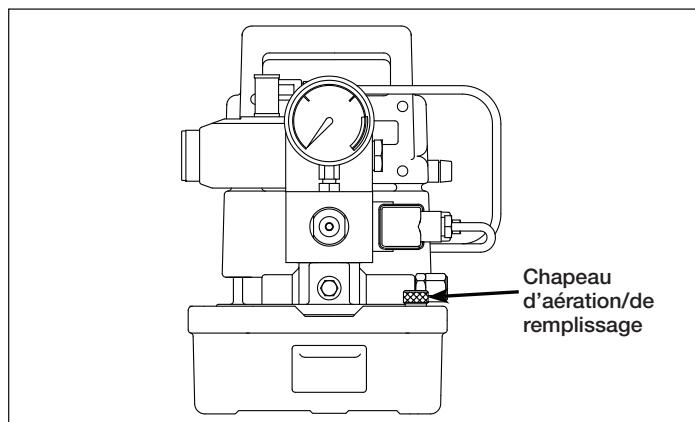

Figure 4, Chapeau d'aération/de remplissage
Vérifier le niveau d'huile en dévissant et en levant le chapeau d'évent/de remplissage (voir Figure 4). Ajouter de l'huile hydraulique Enerpac jusqu'à ce que le niveau d'huile soit à 1 cm [½ inch] en-dessous de l'ouverture du bouchon d'aération/de remplissage.
3. Ouvrir le chapeau d'aération/de remplissage de la pompe situé sur le coin avant droit du réservoir en le dévissant sur un ou deux tours complets (voir Figure 4).